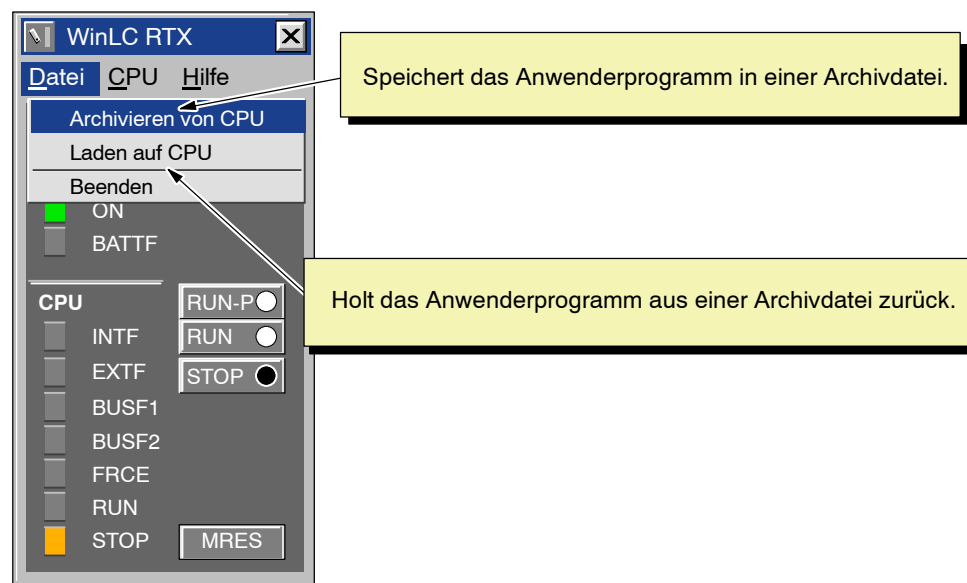

Bild 4-24 Befehle zum Archivieren und Zurückholen in WinLC RTX
Wie Sie in Bild 4-24 sehen, erstellen Sie eine Archivdatei mit dem Menübefehl **Datei > Archivieren von CPU** im Control Panel. Daraufhin öffnet sich ein Dialogfeld, in dem Sie die Archivdatei unter einem bestimmten Namen speichern können. Auf diese Weise können Sie mehrere Archivdateien anlegen.
3. Wählen Sie im Control Panel den Menübefehl **Datei > Laden auf CPU** (siehe Bild 4-24).